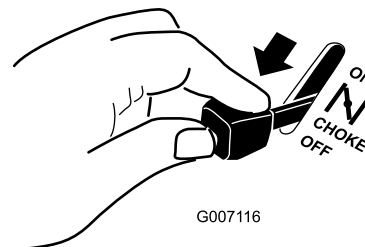

Figure 22
- Amenez progressivement la manette de starter en position hors service (Figure 22). Si le moteur cale ou hésite, engagez de nouveau le starter jusqu'à ce que le moteur soit chaud.